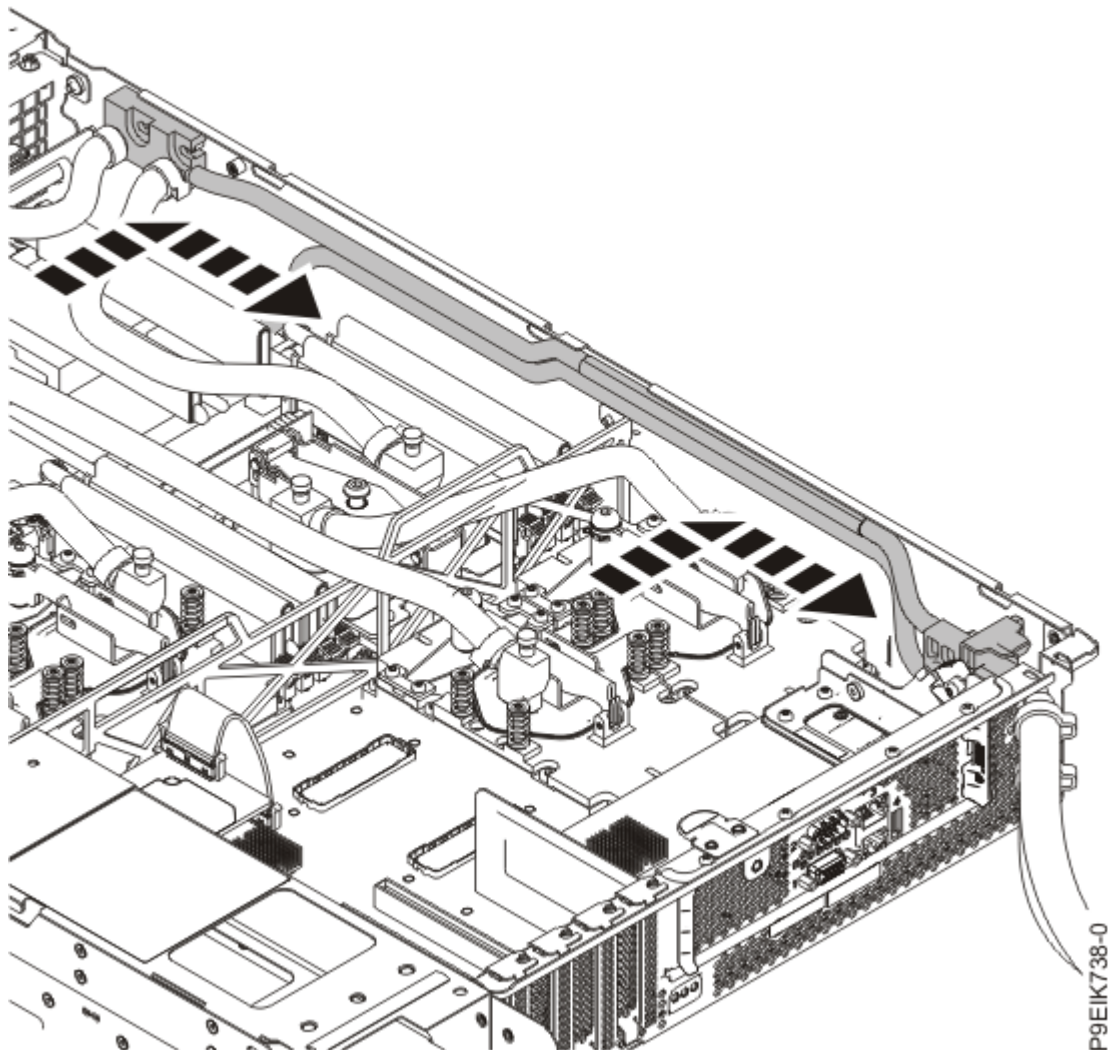

Figure 58. Insertion des conduites latérales
11. Remplacez les conduites latérales sur le côté du châssis, comme illustré dans la Figure 58, à la page 60.